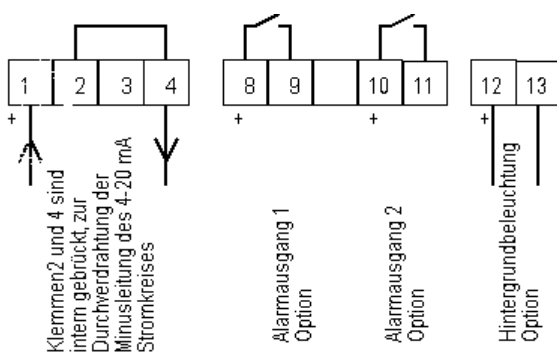

Abb. 4: Geräteabmessungen und Anschlüsse des BA327C
Abb. 4 zeigt die Geräteabmessungen und die erforderlichen Maße des Schalttafelausschnitts. Um die Schutzart IP65 der Front einzuhalten ist der jeweils kleinere Ausschnitt, die Dichtung zu verwenden und das Gerät mit je 4 Montageklammern zu
c. Schließen Sie die entsprechenden Kabel am hinteren Klemmenblock, wie in Abb. 4 dargestellt, an. Zum einfacheren Anschluß kann der Klemmenblock vom Gerät abgezogen werden. So kann der elektrische Anschluß schon vor dem Einsetzen des Gerätes in die Schalttafel erfolgen.